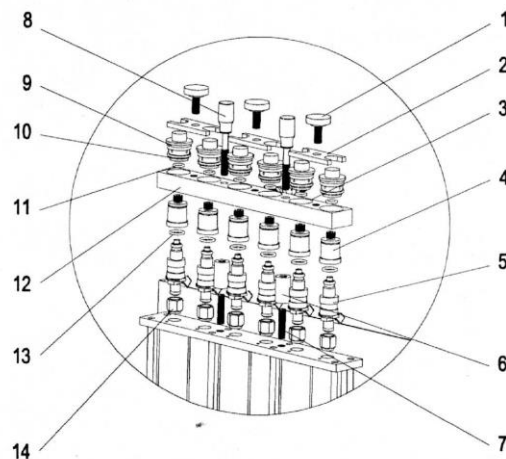

Рис.7. Схема установки инжекторов:
- снизу установить подставки 14 (Рис.7) соответствующего размера;